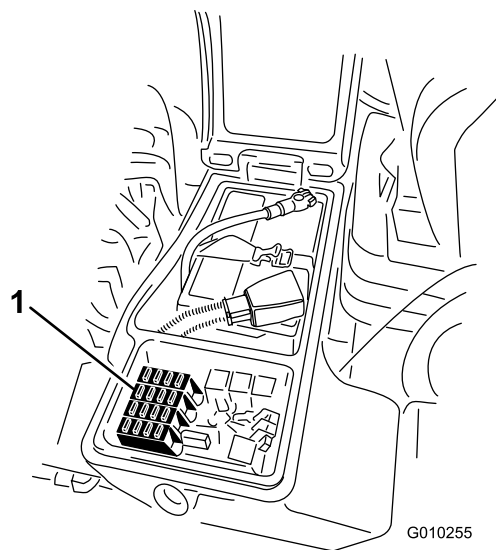
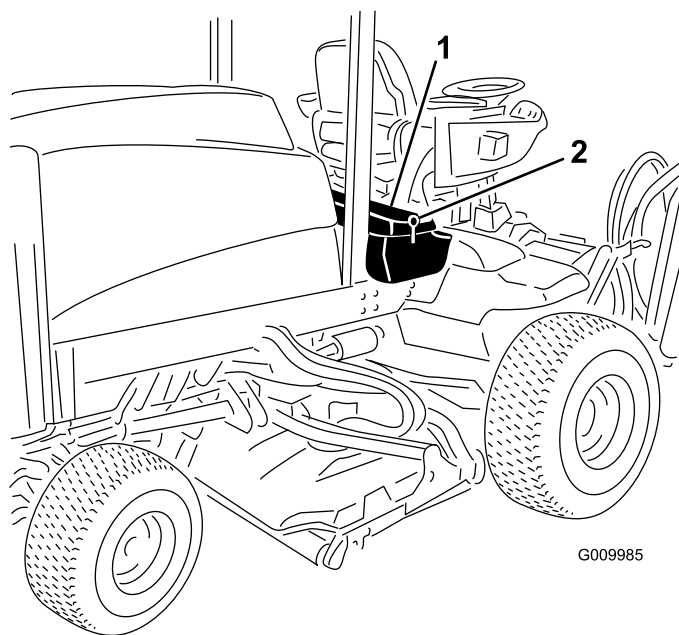

Figura 95
Figura 94
1. Desaperte o trinco da cobertura da caixa de armazenamento direita e levante a cobertura (Figura 94) para expor o bloco de fusíveis (Figura 95).
2. Substitua o(s) fusível(is) aberto(s) conforme necessário (Figura 95).